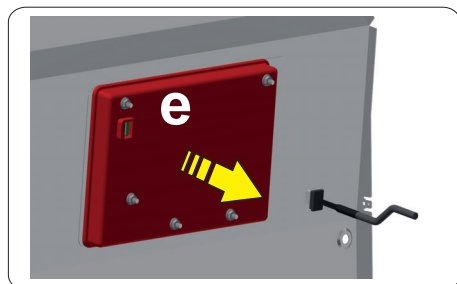

Fig. 12
- Scollegare il cavo dal display (posizione **e** - vedi **Fig. 12**).